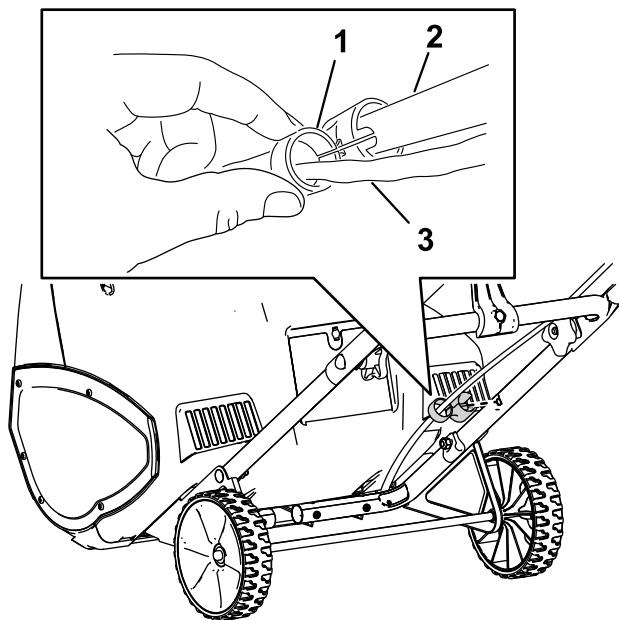

Figura 2
- Instale o guia do cabo na pega (Figura 2).